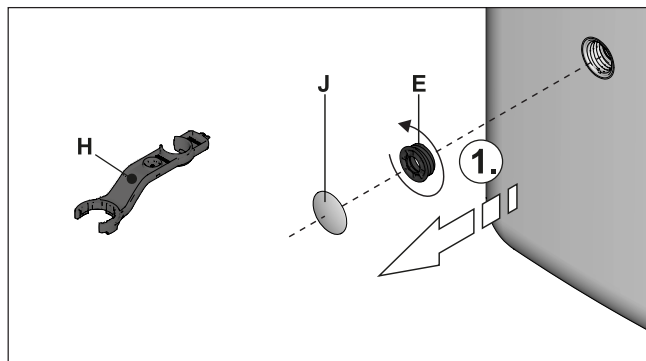

Fig. 11-2 Desenrosque la pieza roscada
- 1 Desmontar el panel protector (Fig. 11-2, pos. J) de la conexión de llenado y vaciado.
- Desmontar el panel protector del mango y desatornillar la pieza roscada (Fig. 11-2, pos. E) del depósito acumulador.